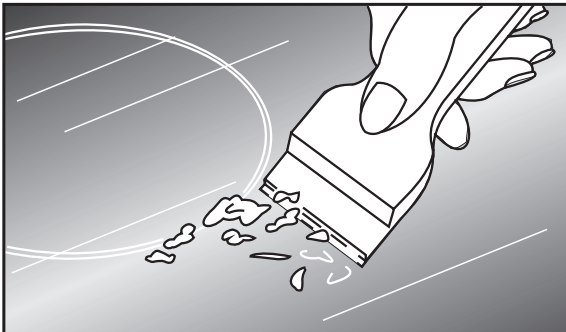

Рис. 30
- Если случайно к поверхности стеклокерамического стола прикипит сахар – его следует немедленно удалить с помощью скребка, входящего в комплект плиты (рис.30).